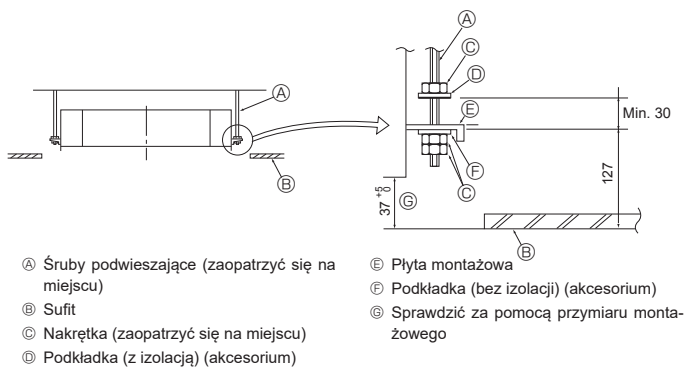

Fig. 4-5
4.5. Procedury podwieszenia urządzenia (Fig. 4-5)